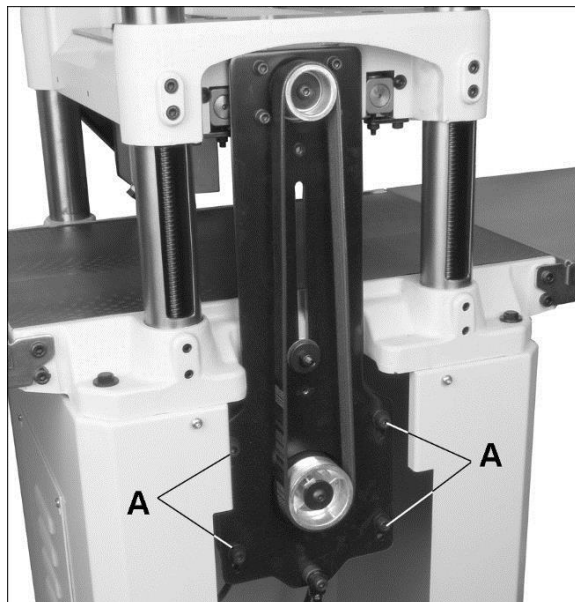

Рисунок 7-1
2. Снимите боковую панель и ограждение ремня. См. Рисунок 7-1.
3. Ослабьте четыре болта (А, рис. 7-1) с помощью шестигранного гаечного ключа на 6 мм и слегка опустите двигатель, добившись натяжения ремня.